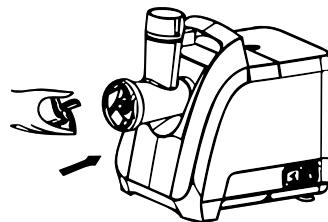

рис.5
7.1.3. Поместите нож на шнек плоской стороной в направлении, противоположном от шнека, как указано на рис. 5.